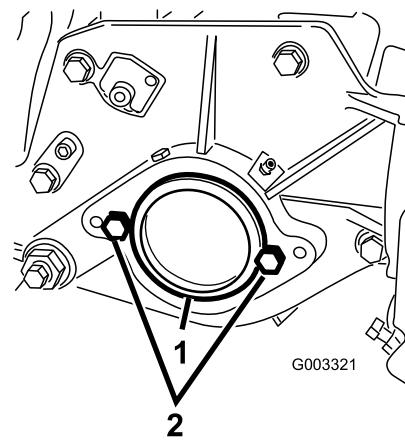

図 12
2. カッティングユニット右側のベアリング・ハウジングについているプラスチック製のプラグを外す (図 12)。
3. 右側サイドプレートからキャップスクリュ 2 本を取り外す (図 12)。
5. カッティングユニットの左側サイド・プレートに、リール・モータ取り付け用のキャップスクリュ 2 本を仮止めする (図 12)。